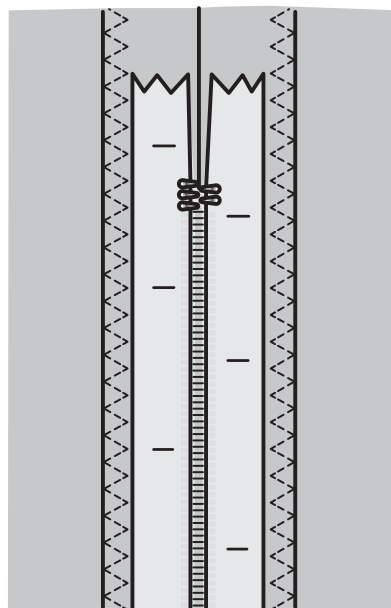

Fig. 1
2. Bâtessez le reste de la couture dans laquelle la fermeture sera placée. Repassez la couture en l'ouvrant. Placez le côté droit de la fermeture sur le surplus de couture retourné, en plaçant la butée de la fermeture au niveau du cran. Épinglez la fermeture sur le côté droit pour qu'elle ne bouge pas (voir fig.1).